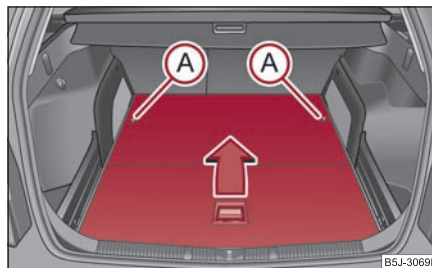

Fig. 82 Portbagajul: plierea podelei variabile
- Prin rotirea bolțului de siguranță ① cca. 180° spre stânga, deblocați podeaua ⇒ fig. 82.